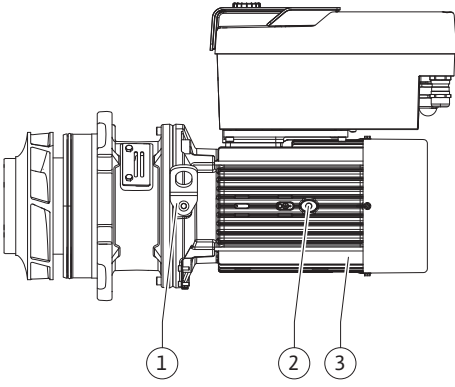

Fig. 108: Takma kiti
13. Takma kitini (bkz. Fig. 108) pompa gövdesindeki eski ya da tercih edilen başka bir açılı konumuna yerleştirin. Bileşenlerin izin verilen montaj konumlarına uyun (bkz. bölüm "İzin verilen montaj konumları ve montaj öncesi bileşen diziliminin değiştirilmesi" [► 21]).